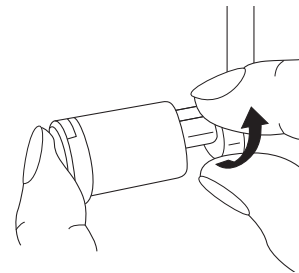

Bild 100
2. Sätt den övre kniven 18 i viloläge (bild 100).